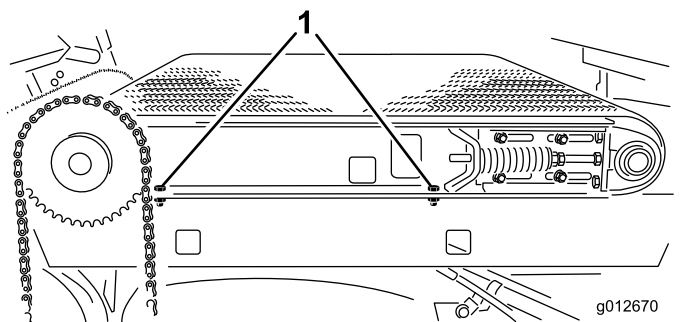

Рисунок 27
4. Ослабьте на правой стороне машины 2 болта, которые крепят балку подвижной рамы к правому крылу (Рисунок 27). Убедитесь, что болты ослаблены настолько, что подвижную плиту можно наклонить.